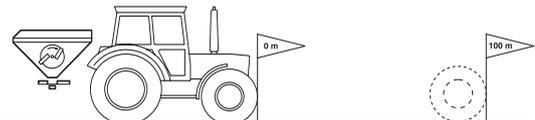

Fig. 11
1. Sur le champ, mesurez une distance de 100 m. Repérez le départ et l'arrivée (Fig. 11).